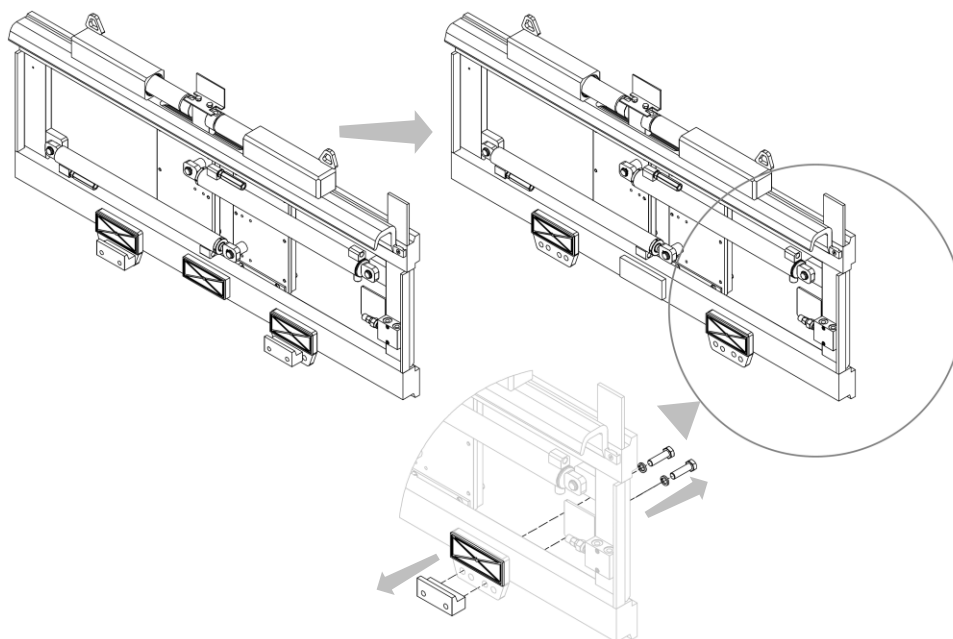

Figura 7
5. Quitar los ganchos inferiores del equipo y engrasar las deslizaderas inferiores (mira *Figura 7*).